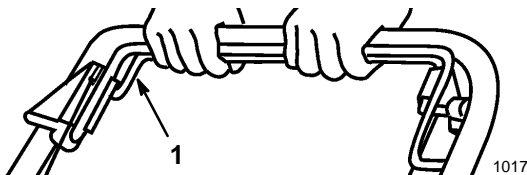

Figure 11
1. Pour commander la traction, serrer la barre de commande de traction contre le mancheron et la maintenir (Fig. 11).